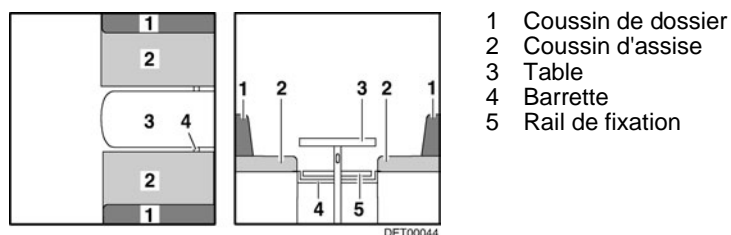

Fig. 103 Avant la transformation
- Convertir la table (Fig. 103,3) en sommier de lit (voir paragraphe 7.7).
- Insérer la barrette (Fig. 103,4) ou tirer vers l'intérieur suivant le modèle. La barrette est positionnée correctement si elle maintient le plateau de table environ 15 - 20 cm derrière le pied de table.